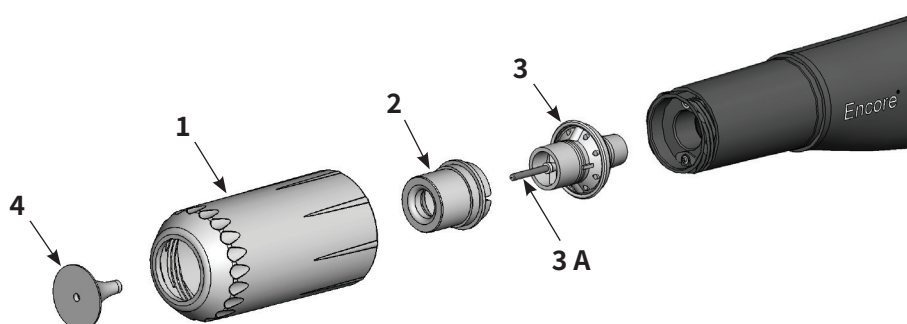

図 4-2 オプションのデフレクターとコニカルノズルの交換
1. 図 4-2を参照。デフレクター (4) を入れ替えるには、慎重に電極アッセンブリ (3) から抜きます。デフレクターを交換するだけなら、新しいデフレクターを電極アッセンブリに取り付けます。電極ワイヤを曲げないように注意します。
2. ノズル全体を交換する場合、ノズルナット (1) を反時計回りに回して外します。
3. コニカルノズル (2) を引いて電極アッセンブリから外します。